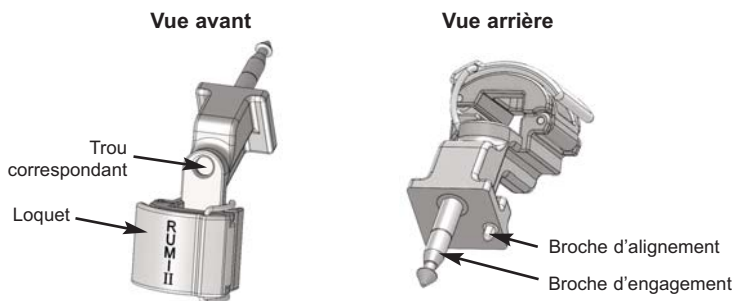

Figure 1. Adaptateur RUMI® II
2. Insérer à fond la broche d'ENGAGEMENT de l'adaptateur (Figure 1) dans le trou correspondant du bras de l'UPS. Utiliser la broche d'alignement pour orienter correctement l'adaptateur.